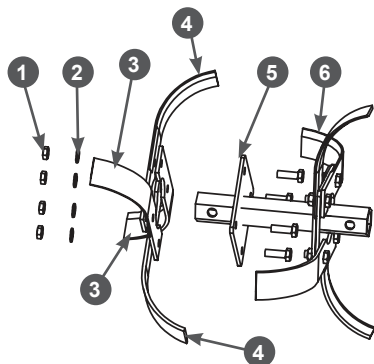

Рис. 11. Установка ножей на внешний фланец основной секции оси фрезы
- Установите ножи на внешний (со стороны редуктора) фланец 5 основной секции оси (Рис. 11). Со стороны уже собранной на внутреннем фланце группы ножей вставьте в отверстия во внешнем фланце 5 оси болты 6, далее в соответствии с рисунком 11 на внешний фланец 5 оси с внешней его стороны установите правые ножи 3 (имеющие изгиб в сторону от редуктора). После этого установите левые ножи 4 (имеющие изгиб к редуктору) как показано на Рис. 11, затем установите пружинные шайбы 2 и закрутите гайки 1 (Рис. 11). Затяните все резьбовые соединения.